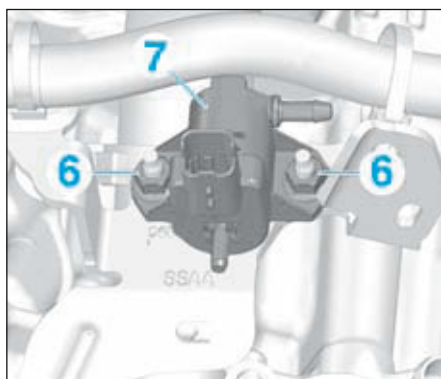

FIG.100
- Déposer les écrous (6) et l'électrovanne (7) (Fig.100).